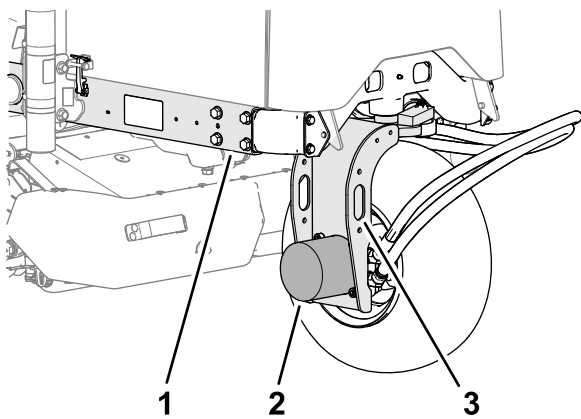

Figura 54
2. Fissate il paranco all'anello di ancoraggio della forcella della ruota posteriore (Figura 54).